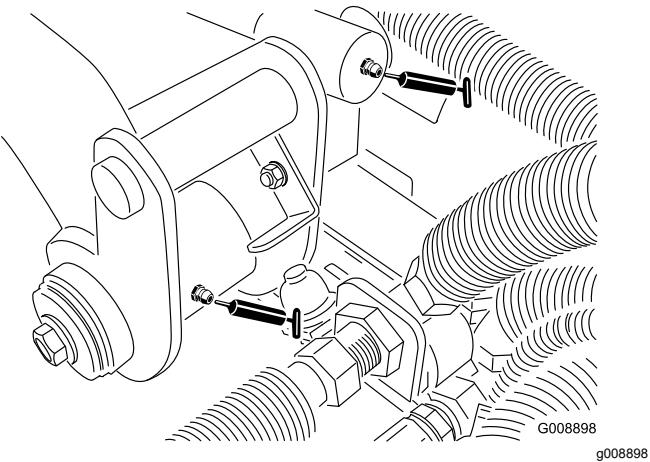

Figura 38
- 2 pivotes de brazo de elevación trasero y cilindro de elevación (Figura 38)